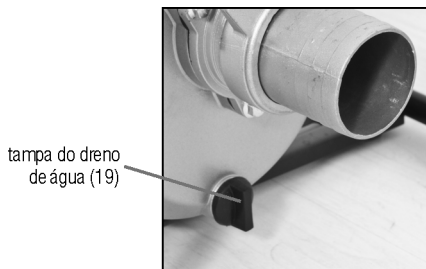

Fig. 27 – Retirando água do sistema de bomba
- d. Retire o dreno de água (fig. 27) e aguarde até que toda a água saia do sistema.
- g. Feche o dreno da bomba (fig. 27).